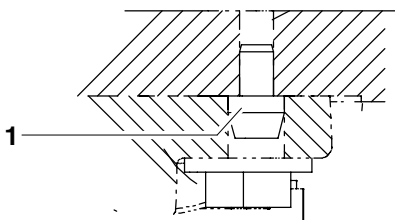

Fig. 50 Pieds de centrage et boulons d'appui
- (1) Vérifier les pieds de centrage et les boulons d'appui (Fig. 50/1) pour s'assurer qu'ils sont bien serrés et non endommagés.